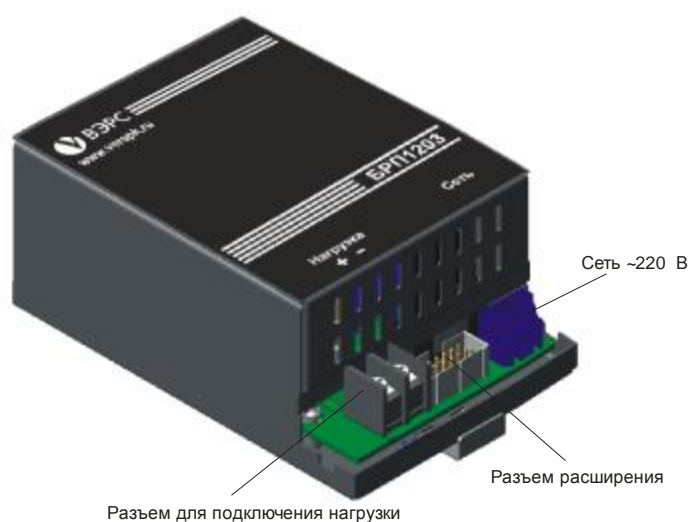

Рис. 1
4.1. Конструктивно БРП представляет собой металлическую коробку, внутри которой расположена плата резервированного питания БРП 1203 ВЭРС.240 200.001. Внешний вид БРП представлен на Рис. 1.